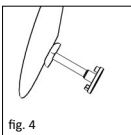

fig. 4
■ **fig. 4** Den stempellignende delen av sizeren fungerer som underlag på stigbøyleplaten i rammen av målingen. Den tallerkenlignende delen er beregnet på å ligge inntil trommehinnen. Under beregningen av protesens lengde må det tas hensyn til tykkelsen på transplantatet (for eksempel bruskskive) som senere fungerer som underføring på trommehinnen. Når man har funnet frem til den optimale lengden, kan tilsvarende lengde stilles inn på den totale protesen.